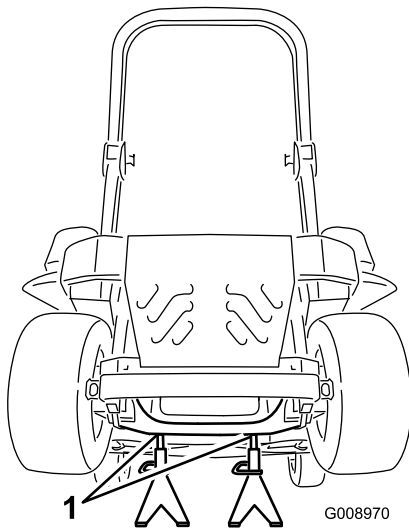

Figura 84
3. Levante la máquina y apóyela sobre gatos fijos (Figura 84).
9. Retire los gatos fijos y baje la máquina (Figura 84).